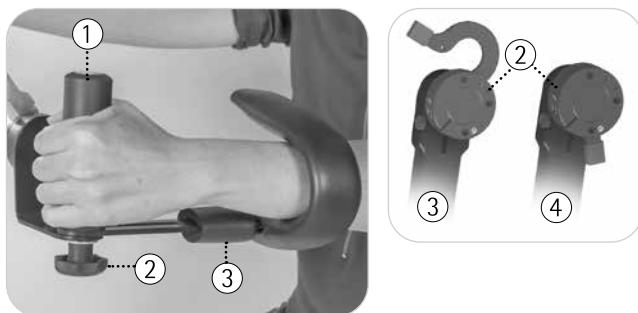

Bild 6.6
se bild 6.6 Funktionsätt av snabbväxlingstekniken *se Tetra-handtag*.
Ergo-handtagen ① möjliggör en individuell handposition utan ombyggnad. Användaren kan välja mellan 3 grepphåll-positioner. se bild 6.6 Funktionssätt av snabbväxlingstekniken se *Tetra-handtag*.
se bild 6.6 Funktionssätt av snabbväxlingstekniken se *Tetra-handgrepp*.